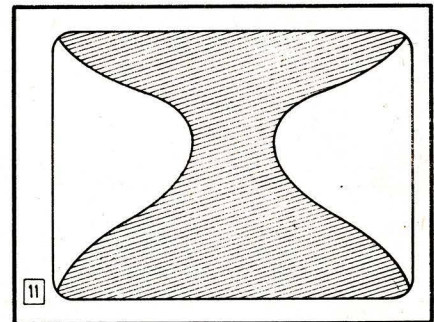

Fig. 11. — Aspect de l'image en présence d'une tension de 55 V (à 50 Hz), sur la ligne H.T.
2. — La terre du secteur correspond au point O ou au point P (position 220 V). Ce cas est beaucoup plus grave, puisqu'il a pour conséquence d'appliquer sur la bobine de filtrage une tension alternative de 110 V. Cette tension se répartit aux bornes de C_1 et C_2 (fig. 4) et l'on en retrouve la moitié sur la ligne H.T. (prétendue filtrée). Il se produit alors une déformation spectaculaire (fig. 11) dont il ne faut pas jouir trop longtemps sous peine d'assister à la mort des condensateurs de filtrage qui supportent assez mal un tel traitement.